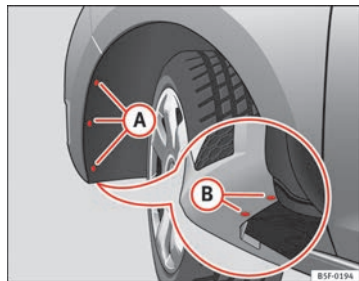

Fig. 189 Farol de nevoeiro: acesso ao conector e ao porta-lâmpadas
- Retire os 3 parafusos (A) ⇒ Fig. 189 do interior do passaro da roda e os 2 parafusos inferiores (B) ⇒ Fig. 189 do pára-choques, precisando para isso de uma chave de parafusos.